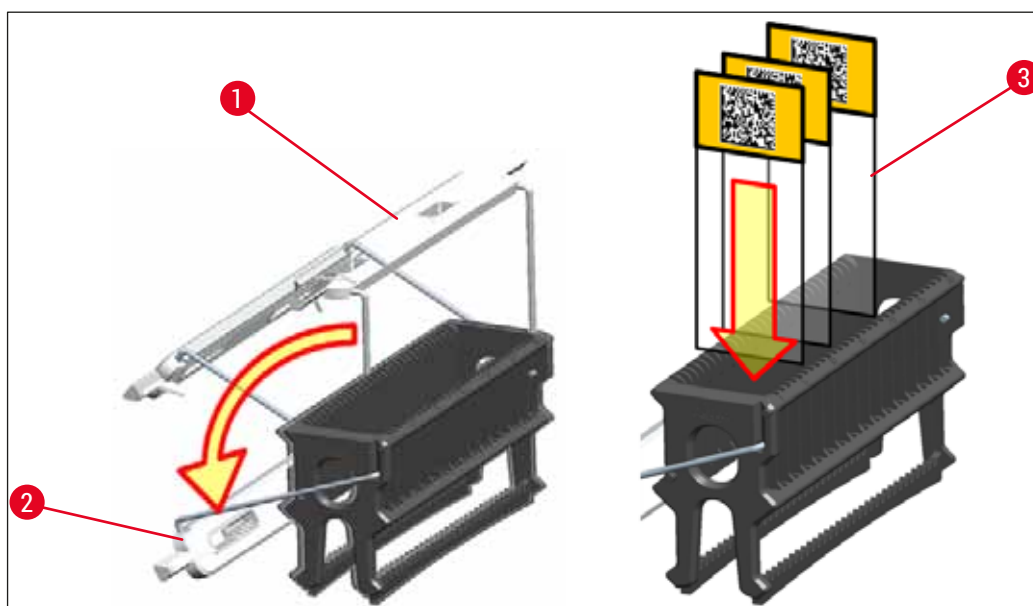

Fig. 83
- Stativets forside er mærket med Leica-logoet. Når håndtaget er fastgjort, kan teksten **FRONT** læses, når du ser på håndtaget (→ "Fig. 83").
1. Fold stativhåndtaget til lodret position (→ "Fig. 83").